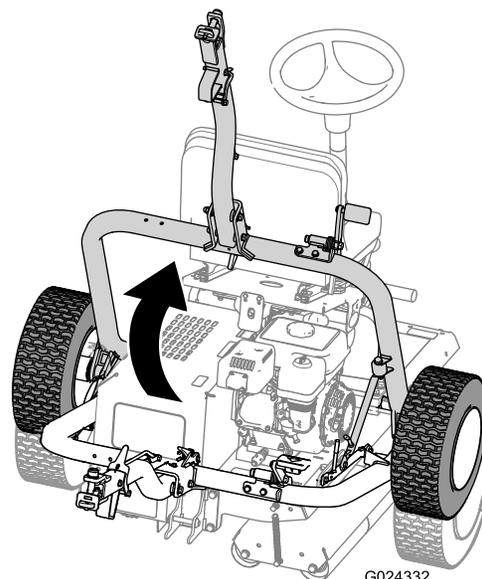

Figure 29
D. Élevez l'attelage (Figure 29) jusqu'à ce que le levier de verrouillage s'enclenche dans le verrou de la glissière (Figure 25).